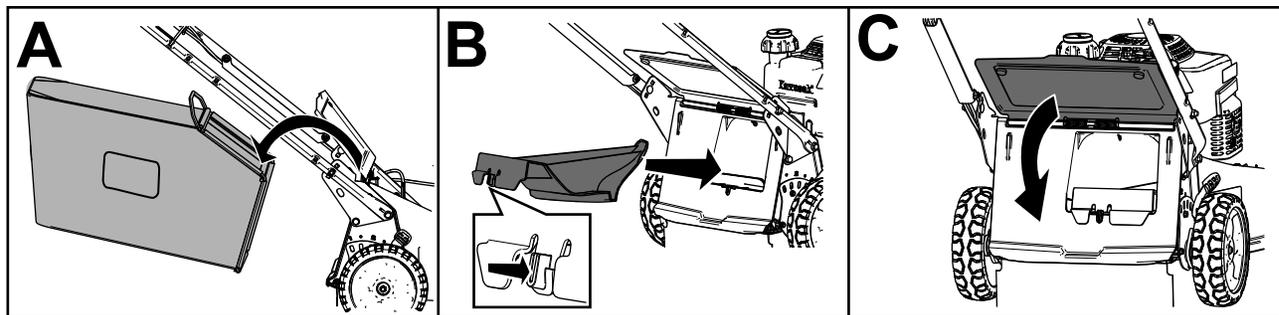

Figura 20
- Si la bolsa de recogida está instalada en la máquina, retírela (Figura 20, A).
- Si el tapón de descarga trasero no está instalado, sujételo por el asa, eleve el deflector trasero e introdúzcalo en el conducto de descarga trasera hasta que el enganche encaje en su sitio (Figura 20, B).
3. Retire la varilla del recogedor de las muescas de la base del manillar (Figura 20, A).
4. Instale el tapón de descarga (Figura 20, B).
5. Baje el deflector trasero (Figura 20, C).